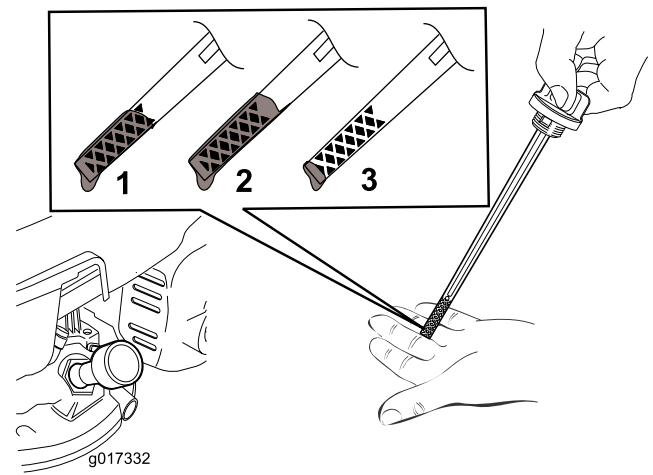

Figure 7
7. Vérifiez le niveau d'huile indiqué par la jauge (Figure 7).
2. Tournez le bouchon dans le sens antihoraire et sortez la jauge (Figure 7).